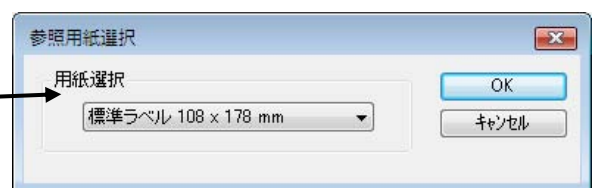

図 1.4.4. 「参照用紙選択」画面
(14) 各設定値を登録済みの用紙から参照します。クリックすることにより、図 1.4.4 に示す画面が表示されます。